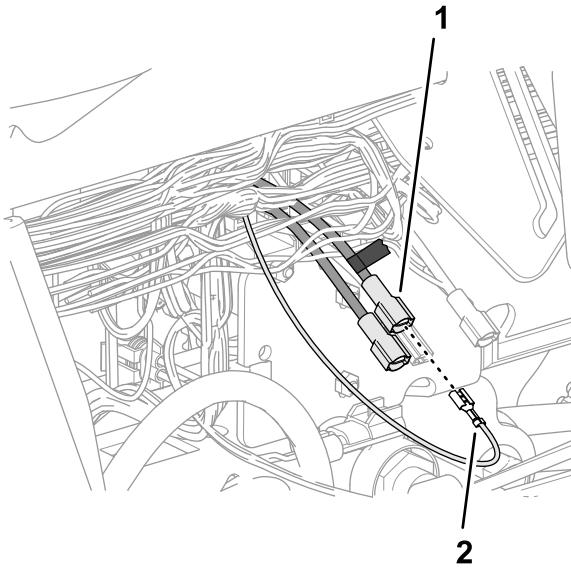

Рисунок 190
5. Вставьте плоский разъем, отмеченный при выполнении пункта 4, в гнездовой разъем в конце розового провода 51 мм жгута проводов из комплекта (Рисунок 190).